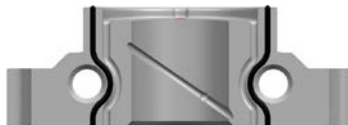

图 9.4
- 5、气门间隙符合要求后，拆下凸轮轴轴承盖Ⅲ，参照下图 9.4，在凸轮轴轴承盖Ⅲ上相应位置，涂抹适量厌氧密封胶（胶线直径 1mm 左右），再将凸轮轴轴承盖Ⅲ安装到气缸盖上，拧紧螺栓至规定力矩（见表 2.1）。